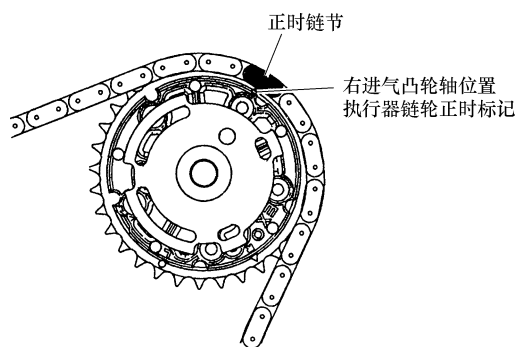

图 20-44 右进气凸轮轴位置执行器链轮上的三角形正时标记对准正时链节
- 7) 使右进气凸轮轴位置执行器链轮上的三角形正时标记对准正时链节，如图 20-44 所示。